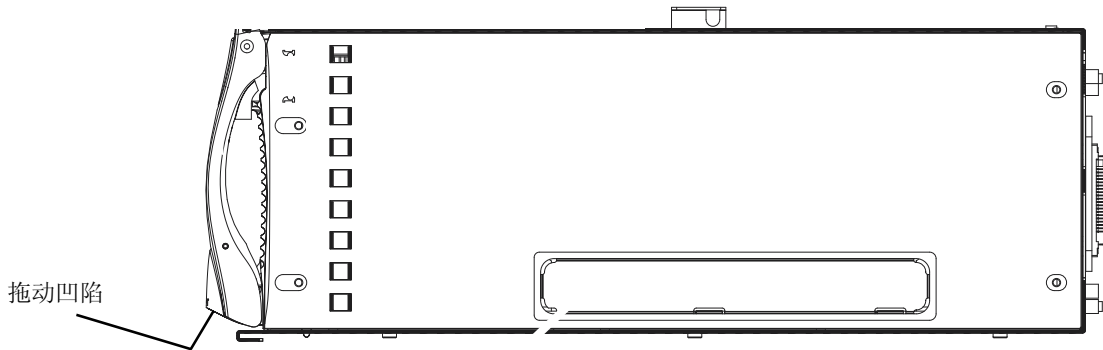

图 12-4 刀片锁定装置
2. 如果需要，请将手指插入位于刀片弹出杆下部的拖动凹陷中，朝前并向上拉动弹出杆，解除弹出杆的锁定，从而松开刀片（图 12-4）。